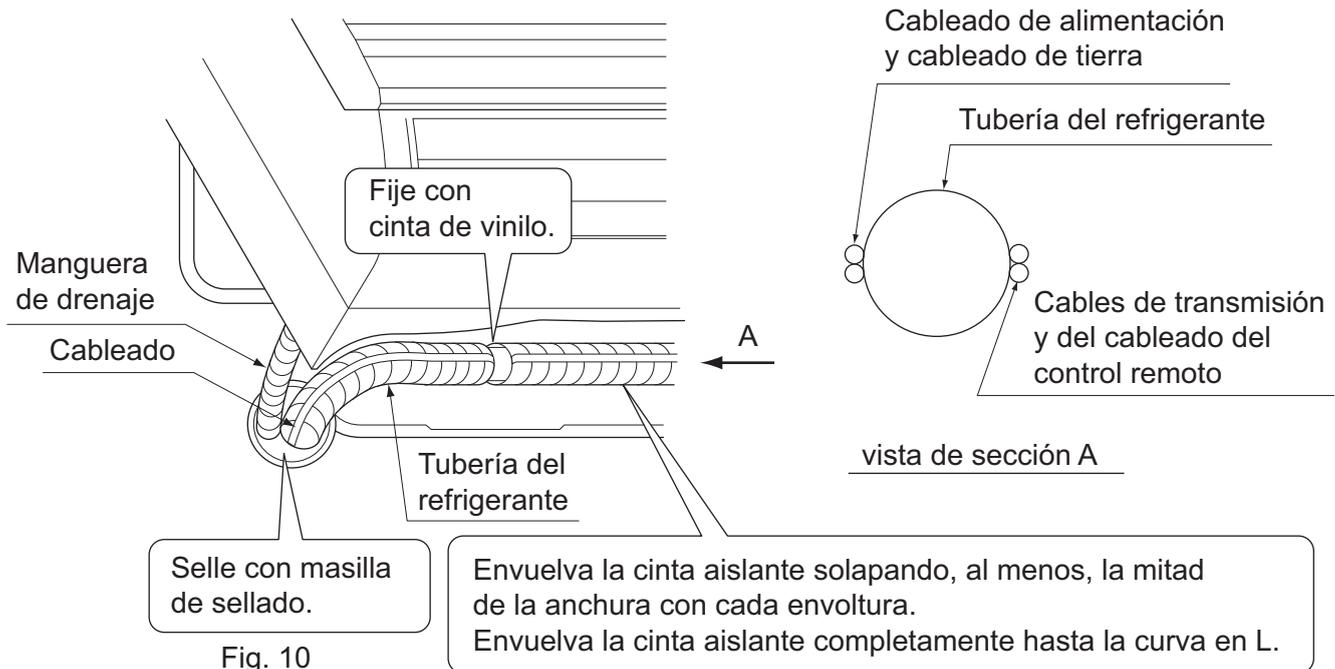

Fig. 10
**(7) Pase el cableado de alimentación, el cableado de transmisión, el cableado de tierra y el cableado del control remoto a través de la guía de cableado desde la parte posterior de la unidad interior y hacia la parte delantera.**
**(8) Conecte la tubería. (Consulte la sección "5. TRABAJOS LA TUBERÍA DE REFRIGERANTE" y la Fig. 10)**